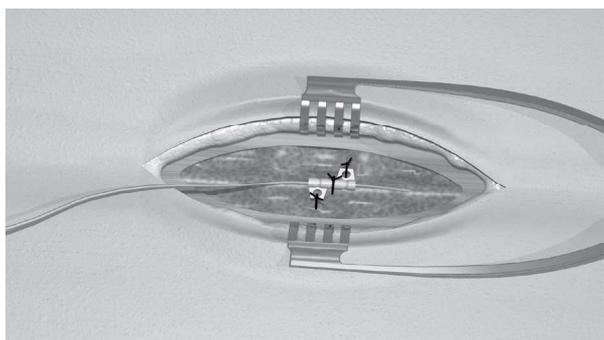

Figure 19. Fixation du manchon de suture avec plusieurs sutures
5. Faites plusieurs sutures les plus serrées possible autour du manchon de suture pour le fixer à la sonde (voir Figure 19).